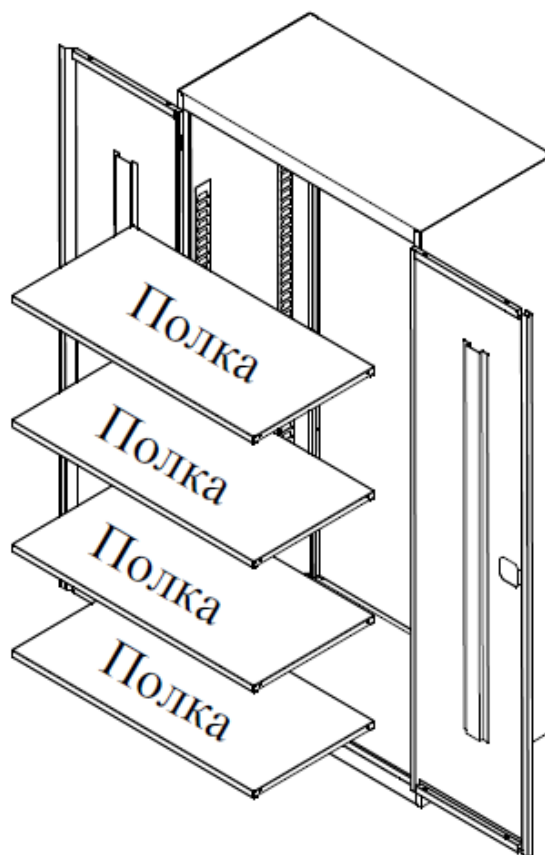

Рис.4
5.3.4 На удобных для вас высотах установить полки на полосы-полкодержатели (рис.4).